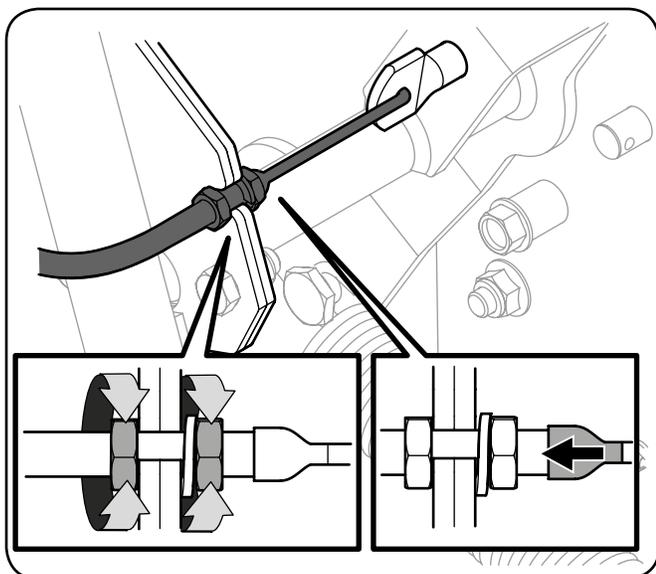

Рисунок 3-22
3. Вытяните трос, чтобы выбрать слаbinу и затяните зажимные гайки, чтобы закрепить оболочку троса на подъемной рукоятке (см. рис. 3-22).